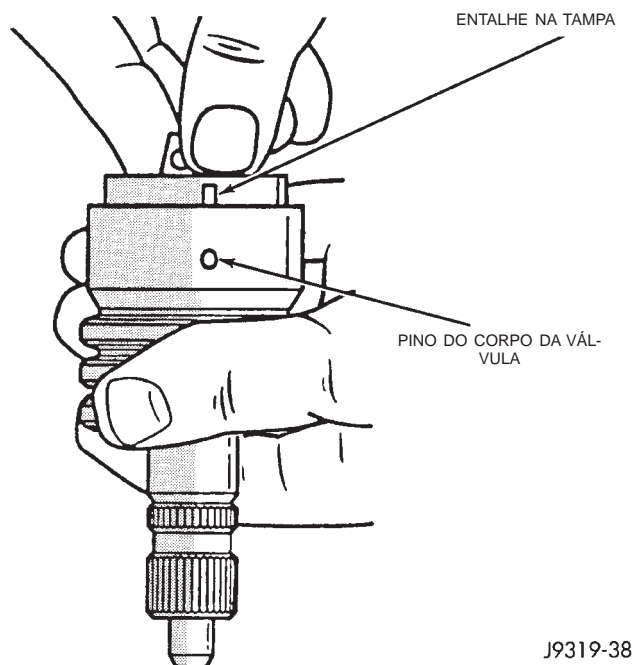

Fig. 15 Instalação do Eixo Curto
(1) Instale o O ring da bobina na válvula da bobina.
(2) Instale a válvula da bobina no corpo da válvula empurrando e girando. O furo na válvula da bobina para o pino do eixo curto deverá ser acessível do lado oposto do corpo da válvula.
(3) Instale o eixo curto na válvula da bobina e encaixe o pino de localização no eixo curto e no furo da válvula da bobina (Fig. 15).